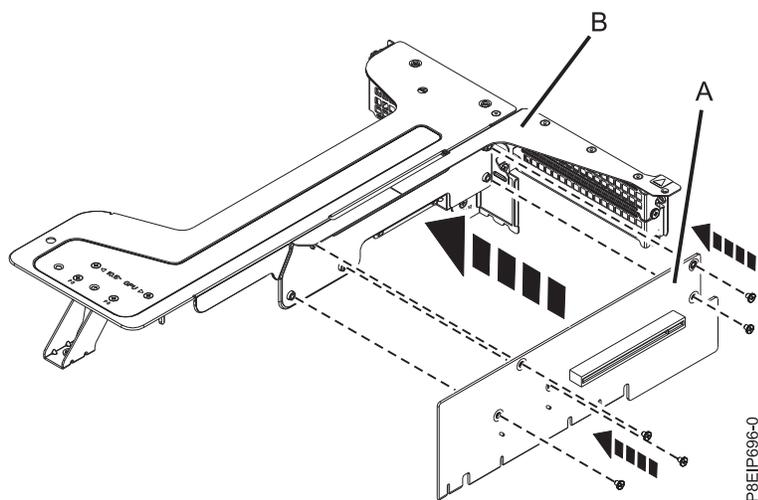

Figura 49. Substituindo o adaptador da posição 1
- a. Se a placa riser na posição 1 precisar de substituição, substitua-a no suporte do riser. Substitua os cinco parafusos para prender o adaptador ao quadro, conforme mostrado na Figura 49 na página 43.